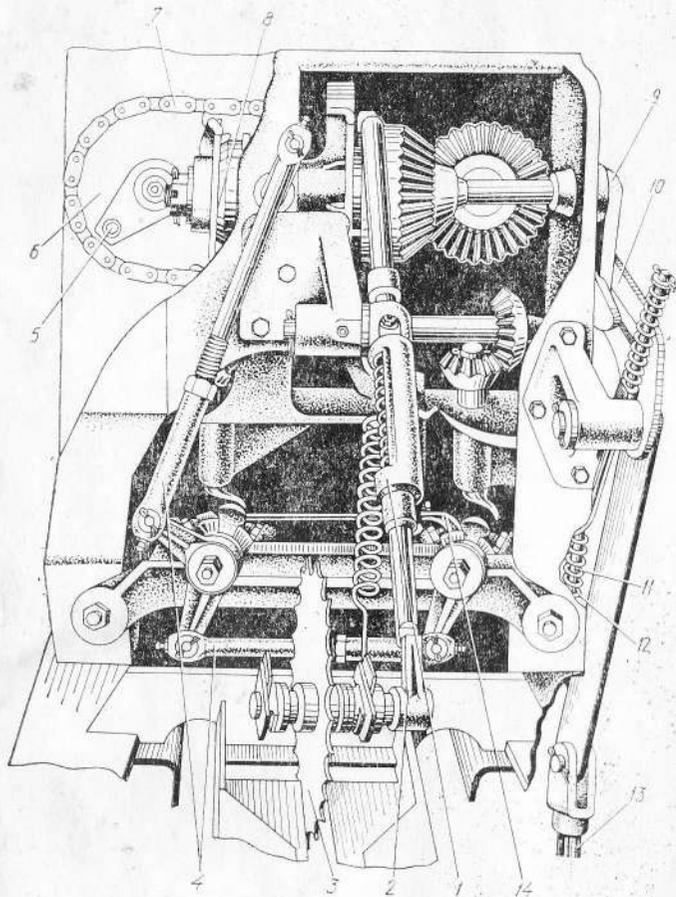

Рис. 15. Аппарат для вязки тюков проволокой (вид сзади);
Обвязка тюка вязальным аппаратом (рис. 15, 16) происходит за один ход поршня. Работа частей вязального аппарата строго согласована. Ее можно разбить на четыре этапа: включение, подача проволоки, образование узла и выключение.
**Включение.** При прессовании мерительное колесо 3 (рис. 15) поворачивается, пальцем включения 2 нажимает на конец руки включения 1 и поворачивает ее вокруг оси так, что другой конец
Все части вязального аппарата приводятся в движение от постоянно вращающейся ведущей части муфты включения, которая сидит на кривошипе 9 (рис. 15). Кривошип жестко связан с ведомой частью муфты включения.
Включение произошло, начинает вращаться кривошип 9 (рис. 15). В замкнутом положении муфты ролик 7 собачки (рис. 17) находится против выступа на внутренней поверхности ведущей части муфты. Это предупреждает возможность опережения ведущей части муфты ведомой за счет инерции игл.
При вращении кривошипа 9 (рис. 15) ролик, фиксирующий кривошип в исходном положении, выходит из впадины кривошипа, сжимая пружину 12 фиксатора 11. Кривошип роликом поворачивает кулису 10; которая тягой 13 приводит в движение иглы.
Подталкиваемая вначале ведущей частью муфты включения 6, а затем инерцией движущихся частей вязального аппарата собачка 3 поворачивается вокруг своей оси и поворачивает вторую собачку 8. При этом ролики собачек выходят из зацепления с ведущей частью муфты, и кривошип фиксируется в исходном положении роликом фиксатора 11 (рис. 15). Ведущая часть муфты 6 (рис. 17), свободно сидящая на кривошипе, продолжает вращаться. Вязальный аппарат выключен до следующего цикла.